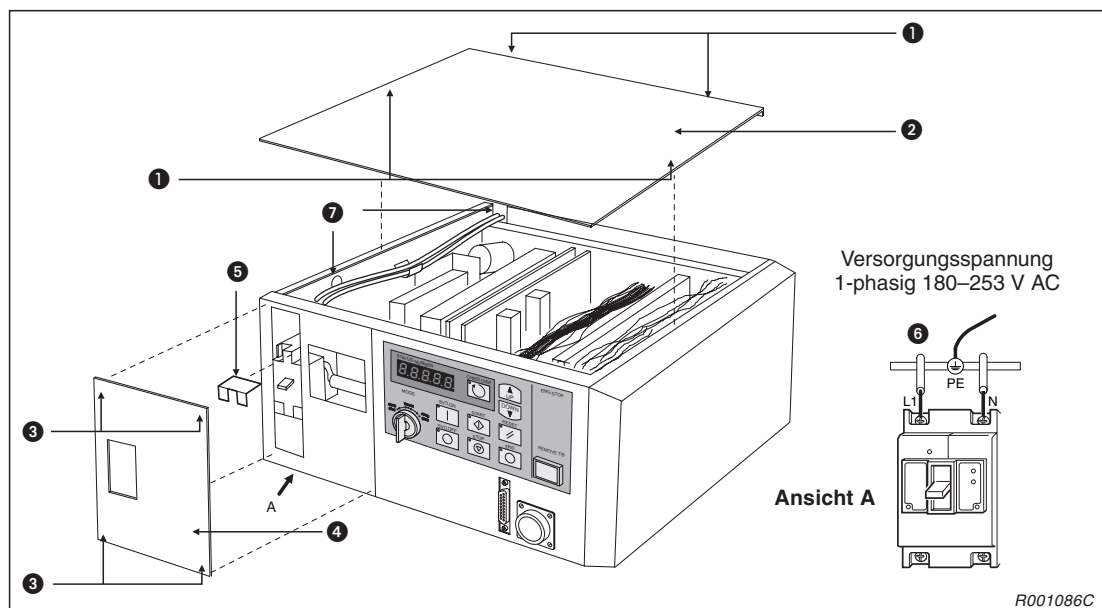

Abb. 2-16: Anschluss der Netzzuleitung und Erdung am Steuergerät
- ① Vergewissern Sie sich, dass die Netzspannung und der Leistungsschalter des Steuergeräts ausgeschaltet sind.
- ② Lösen Sie die vier Schrauben ① der Abdeckung ② und entfernen Sie diese.
- ③ Lösen Sie die vier Schrauben ③ der Batteriefachabdeckung ④ und entfernen Sie diese Abdeckung.
- ④ Entfernen Sie die Klemmenabdeckung ⑤ des Leistungsschalters.
- ⑤ Bereiten Sie die Netzzuleitung und das Erdungskabel vor. Verwenden Sie Kabel mit einem Mindestquerschnitt von 2 mm².
- ⑥ Schließen Sie die Netzzuleitung entsprechend der Abb. 2-16 an die Klemmen des Leistungsschalters an.
- ⑦ Verbinden Sie das Erdungskabel mit dem durch PE gekennzeichneten Erdungsanschluss ⑥ (M4-Schraube) am Gehäuse des Steuergeräts.
- ⑧ Befestigen Sie die Klemmenabdeckung ⑤ des Leistungsschalters wieder. Wenn sie einrastet, hören Sie ein Klicken.
- ⑨ Verlegen Sie die Netzzuleitung durch die Kabelzuführung in der Rückabdeckung ⑦.
- ⑩ Befestigen Sie die Abdeckung ② und die Batteriefachabdeckung ④.